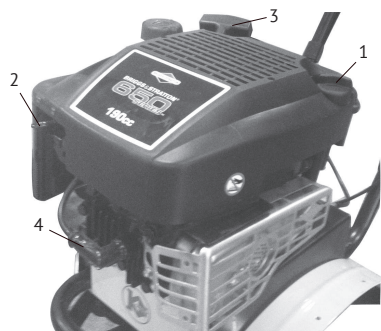

рис. 11
- Выкрутите шуп пробку из маслосливной горловины (рис. 11 поз.1) и залейте в картер масло соответствующего типа. Вставьте сухой чистый шуп в горловину и выньте его, проверьте уровень масла: граница смоченной области шупа должна располагаться между отметками минимального и максимального уровней.
Выключите двигатель, дайте ему остыть, отсоедините провод от свечи зажигания (рис.11 поз.4).
- На прогретом до рабочей температуры двигателе выкрутите пробку для слива масла в нижней части картера, под сливным отверстием разместите вспомогательную ёмкость. После прекращения истечения масла установите пробку на штатное место и затяните. Залейте масло в горловину, удалив пробку - щуп (рис.11 поз.1) Проверьте уровень масла.
-Переведите рычаг управления воздушной заслонкой (рис.11 поз.2) до упора в крайне левое положение «СНОКЕ»/«Закрыто» при пуске холодного двигателя и в промежуточное при пуске прогретого двигателя.
- Потяните трос стартера (рис.11 поз.3) без рывков, для того, чтобы бензин попал в карбюратор.
- Резко с интенсивным усилием потяните трос стартера (рис.11 поз.3) до упора, повторите действие ещё раз при необходимости. Если двигатель не запускается, следует изменить положение рычага воздушной заслонки (рис.11 поз.2), открывая её тем больше, чем выше температура двигателя и окружающего воздуха.
- После прогрева двигателя в течение 10-40 секунд, в зависимости от начальной температуры, переведите рычаг воздушной заслонки (рис.11 поз.2) в крайне правое положение «RUN»/«Открыто», и рычаг регулировки дроссельной заслонкой (рис.1 поз.2) в положение «Минимально», если при этом двигатель работает неустойчиво вернуть рычаг воздушной заслонки в прежнее положение и обеспечить завершение прогрева двигателя.